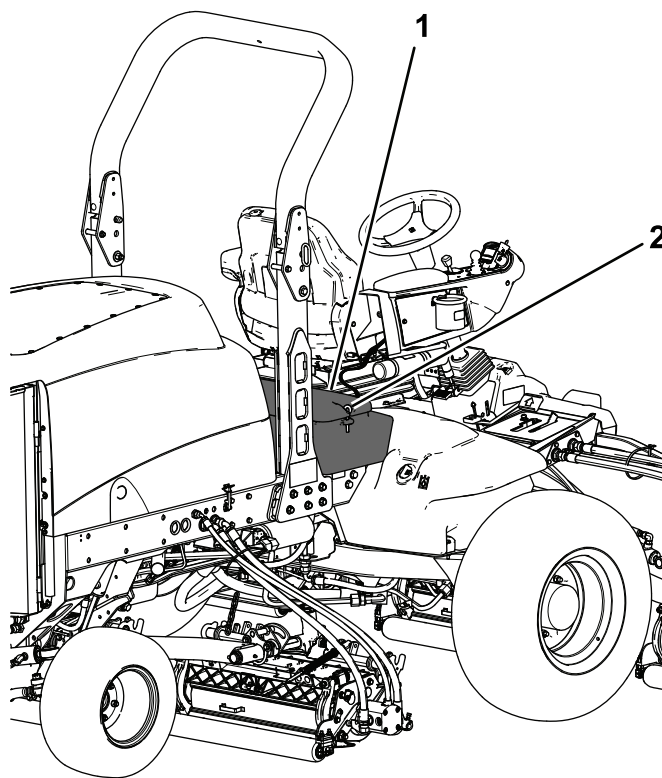

Figura 85
2. Desenganche y levante el panel de la consola del operador (Figura 85).